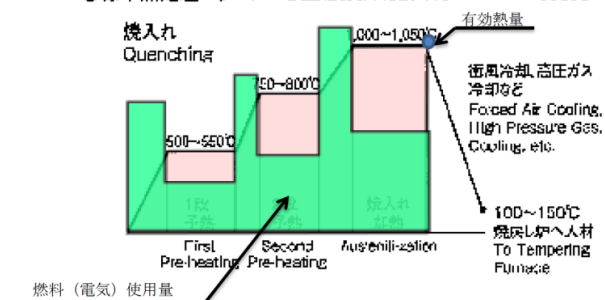
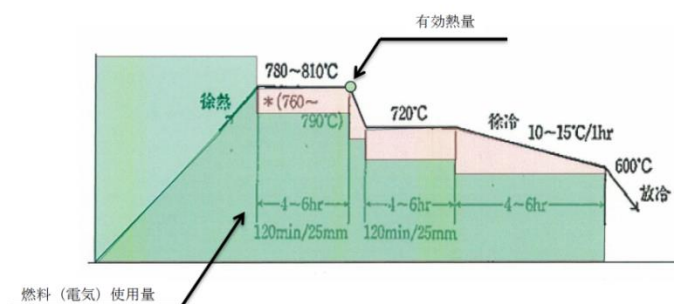

図.2 標準熱処理温度曲線/燃料（電気）投入パターン例
図.3 軸受鋼の焼きなまし曲線/燃料（電気）投入パターン例
- ⑤ 燃料と電気のエネルギー源を変えて省エネを図る場合、一次エネルギーで評価する。
- ⑥ 可燃性の雰囲気ガスは基本的に炉内で燃えることはないものとし、その発熱量は無視する。
- ⑦ 鍛造炉、溶解炉等で同一被加熱物の再加熱がある場合は、再加熱分の熱量を供給熱量に加える。
- ⑧ 熱処理炉のエネルギー使用量は、予熱・保熱時間でのエネルギー使用がある場合はその量も加えること（図.2、図.3）
- ⑨ バッチ炉であれば被加熱物の温度は被加熱物全体で一様（転炉内の溶鋼のような例）と推定できるが連続炉であれば被加熱物は複数あり、入り口から出口にかけて各被加熱物ごとに階段状に昇温していく。そのような場合、入り口から出口にかけて炉内温度分布から各被加熱材の温度（被加熱材ごとにその内部でも厳密には分布があるがそれは一応平均化処理をすることで）を推定計算することは許容する。
- ⑩ 連続炉の場合、1. の時間については1つの被加熱物をとったときの、入ってから出までの時間となり、そのような被加熱物で炉内がまんべんなく埋め尽くされ、最も出口寄りの被加熱物が抽出されるごとに入り口から20℃の被加熱物が新たに装入される一連のプロセスが定常的におこなわれているとする。
- ① 製造ライン中の工業炉の場合、炉出側での製品重量が不明な場合が多く、今回の計算では被加熱物の重量は炉の装入重量とする。最終製品重量が管理値の場合、スケールロス、ドロスロス、次工程ロス（ク Robbins ロス等）等のロス分の比率で割って装入重量を求める。
- ② 材料の保有熱以外は損失熱として扱い、被加熱物の最高温度での含熱量を保有熱（有効熱）とする。
- ③ エネルギー使用量は予熱・保熱のエネルギーも加味する。連続炉で長時間定常操業であって、無視できる場合は除外することができる。
- ④ 熱処理炉の場合、被加熱物の最高温度での含熱量を保有熱（有効熱）とする。（図.2図.3）前提として厚み方向に温度が一応であること。
- ⑤ 乾燥炉の目的とする被加熱物乾燥による水分の潜熱は有効熱に含む。
- ⑥ 特にバッチ炉の場合、蓄熱損失は無視できないので、損失熱として扱う。
- ⑦ 基準温度（雰囲気温度）は実態と乖離がない場合20℃とする。
- ⑧ 誘導加熱式熱処理炉の場合、被加熱物の重量を加熱面積（cm2）×加熱深さ（浸透深さ）（cm）×比重とする。熱量（kWh）の計算は、単位面積当たりの投入熱量（kWh/cm2）×加熱面積とする。